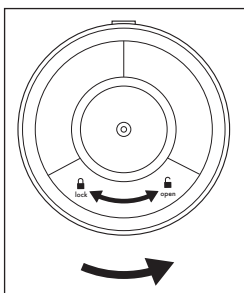

Bild 1
2. Vänd på basenheten **7** för att komma åt batterifackets låsning **13**. Vrid batterifackets låsning **13** motsols mot läge **open**  tills låsningen **13** kan tas av (se bild 1).